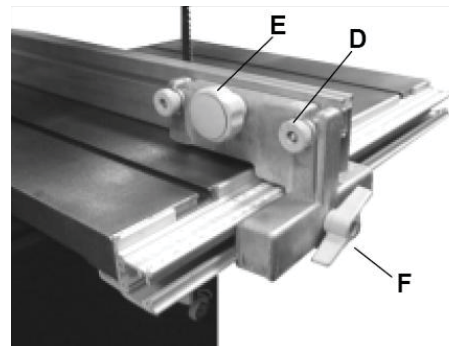

Рис. 7
тами M6x40 (D) прикріпіть напрямну (C) до підпори напрямної (B), для регулювання та фіксації положення використовуйте велику ручку (E), як зазначено на рис. 7.
- Вертикальне та горизонтальне регулювання напрямної упору (C) проводиться двома маленькими ручками (D) та великою центральною ручкою (E) (Рис. 7).